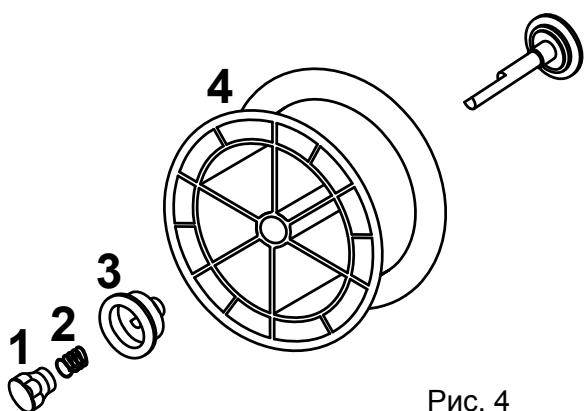
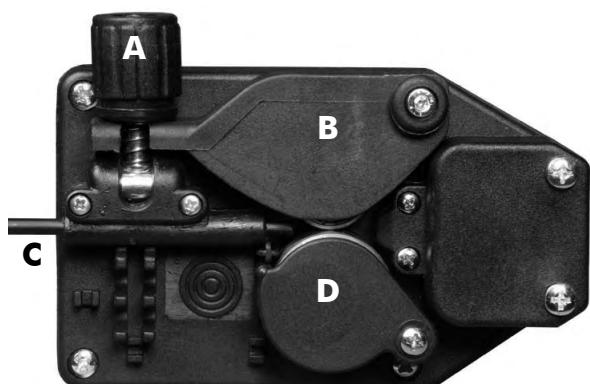

Рис. 4
Рис. 5
- Откройте боковую панель отверстия катушки. Отвинтите гайку (1) разматывателя (барабанный тормоз) и удалите пружину (2) и внешнее кольцо (3) (рис. 4).
- Снимите пластмассовую оболочку катушки (4) и вставьте её в разматыватель. Снова установите внешнее кольцо (3), пружину (2) и пластмассовую стопорную гайку (1), вместе составляющие систему замедления скорости катушки. **ПРИМЕЧАНИЕ.** Не слишком затягивайте гайку - излишняя затяжка увеличивает усилие двигателя, который тянет проволоку, тогда как слабое усилие не позволяет катушке по окончании сварки немедленно остановиться.
- Ослабьте и опустите пластмассовую рукоятку (A) и поднимите прижимной рычаг проволоки (B) (рис. 5). Удалите возможные остатки проволоки из кожуха проволоковода.
- Выпустите проволоку с катушки и с помощью двух зажимов прочно удерживайте так, чтобы она не могла развернуться. При необходимости расправьте конец проволоки перед тем, как вставить его во входную направляющую (C). Вставьте туда проволоку, пропустив её под нижними роликами (D) и вставив в кожух проволоковода.